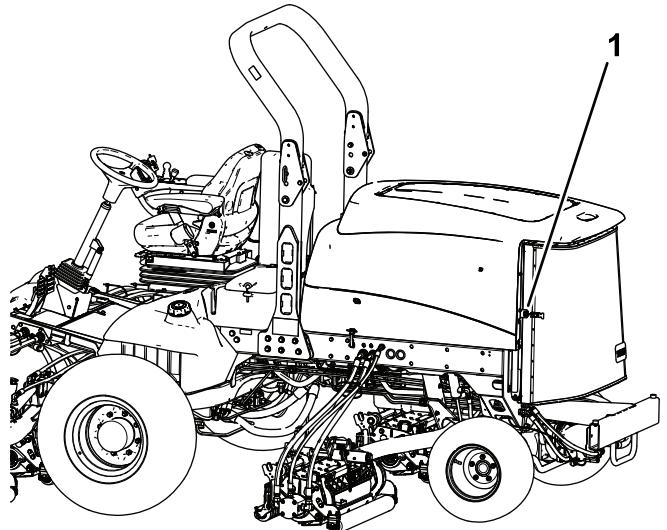

Figura 115
- Destranque e abra o painel traseiro (Figura 115).